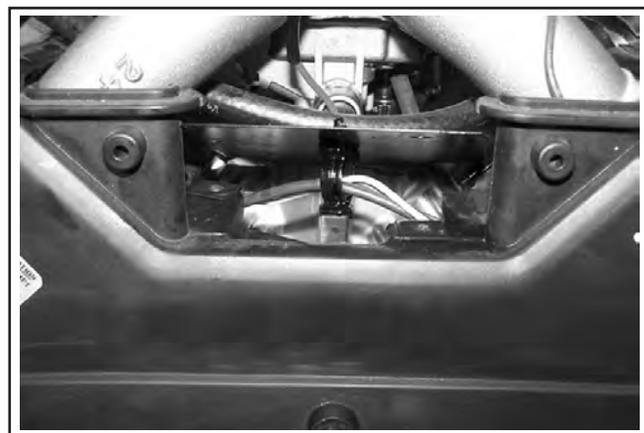

Abbildung 11-53. Verlegung der Verkabelung (zweizylindrige Modelle).
2. **Modelle mit zweizylindrigem Krümmer (Vergaser):** Die Verkabelung über die Montageklemme über den Unterkopf des Schmutzschutzes legen, wenn dieser vorher abgenommen worden ist. Soweit möglich, den Schmutzschutz vorsichtig auf der Rückseite positionieren. Siehe Abbildung 11-53.